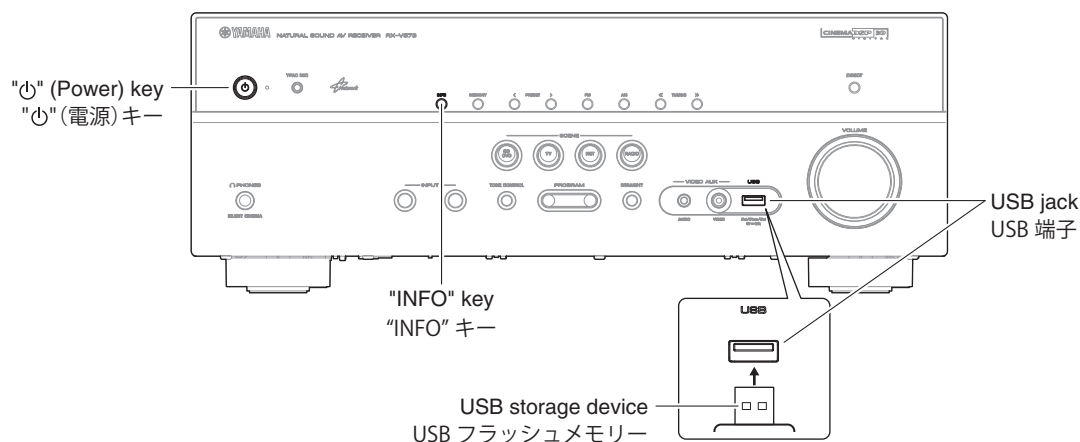

Fig. 1
(Fig. 1)
2. While pressing the "INFO" key, connect the power cable to the AC outlet. (Fig. 1)
1. USB 端子に USB フラッシュメモリを差し込みます。(Fig. 1)
2. "INFO" キーを押しながら、電源コードを AC コンセントに接続します。(Fig. 1)
5. Press the "Power" key to turn off the power. (Fig. 1)
6. Remove the USB storage device from the USB jack. (Fig. 1)
5. "Power" キーを押して電源を切ります。(Fig. 1)
6. USB 端子から USB フラッシュメモリを抜きます。(Fig. 1)